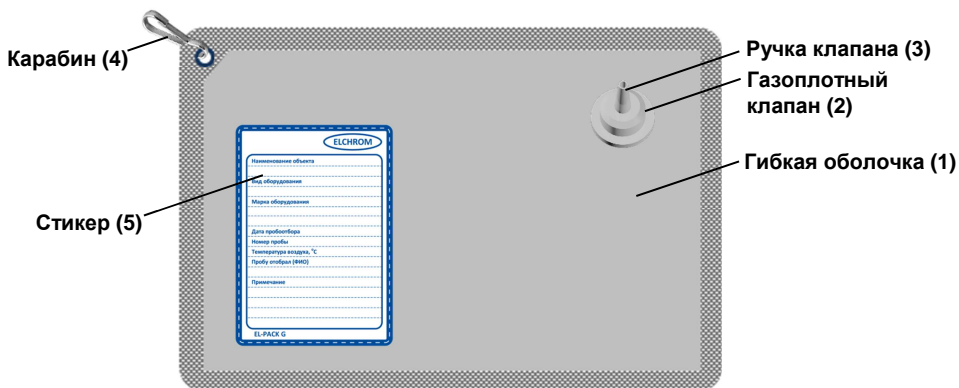

Рис. 1. Общий вид пробоотборника
3.1. Пробоотборники (Рис. 1) являются изделиями многократного применения. Оболочка (1) пробоотборника изготовлена из многослойного полимерного материала с барьерными слоями, обеспечивающими одновременно гибкость и газоплотность.